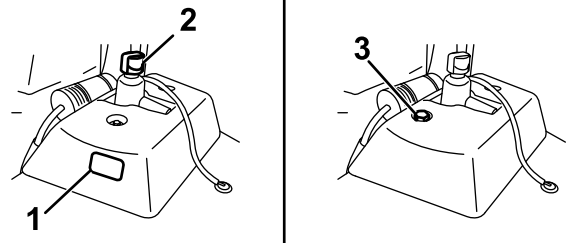

図 55
- 補助油圧オイルタンクに油量確認窓がついている場合は、そこで確認し 図 55 ステップ 5 に進んでください。
- 補助油圧オイルタンクに油量確認窓がついていない場合は、マシン上部にあるディップスティックを探し出し 図 55 ステップ 3 に進んでください。